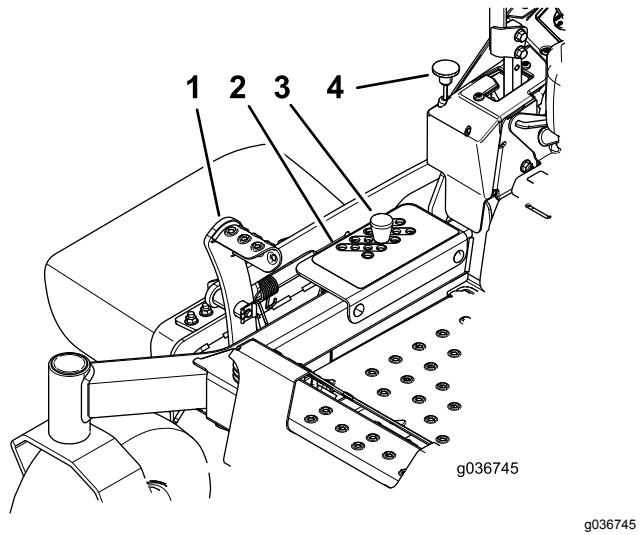

Figura 29
- Pise el pedal de elevación de la carcasa y eleve la carcasa a la posición de TRANSPORTE (que es también la posición de Altura de corte de 127 mm o 5") como se muestra en Figura 29.
- Para ajustar la altura de corte, retire el pasador del soporte de altura de corte (Figura 29).
- Seleccione el taladro del soporte de altura de corte que corresponde a la altura de corte deseada, e inserte el pasador (Figura 29).